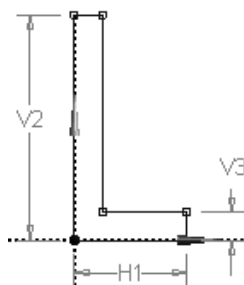

图 3.9.3 草图 1
(1) 绘制图 3.9.3 所示的草图 1。在“草图绘制”工具条的 **XYPlane** 下拉列表中选择 XYPlane 平面为草图平面，单击“New Sketch”按钮 ，绘制图 3.9.3 所示的截面草图，其中 $H1=40$ ， $V2=80$ ， $V3=10$ 。